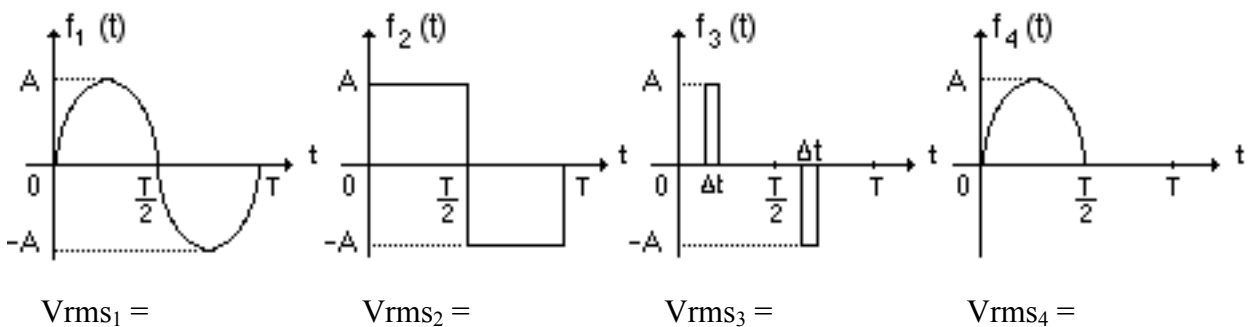

Figura 7.1.- Formas de onda periódicas
- 2.- Explique el significado físico de valor medio cuadrático (rms por sus siglas en inglés), llamado también valor eficaz, de una señal de voltaje o de corriente alterna y averigüe la relación entre el valor rms y el valor pico de las señales periódicas $f_1(t)$, $f_2(t)$, $f_3(t)$ y $f_4(t)$ mostradas en la figura 7.1. Averigüe también el valor rms de una señal triangular de amplitud A y período T.